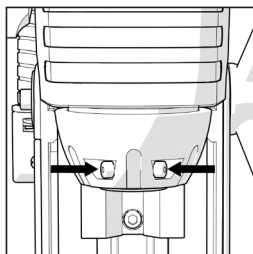

Fig. 7
- Vérifiez que les vis sans tête de verrouillage de la fraise situées dans la broche ne sont pas avancées dans l'alésage de la broche. (**Fig.7**)